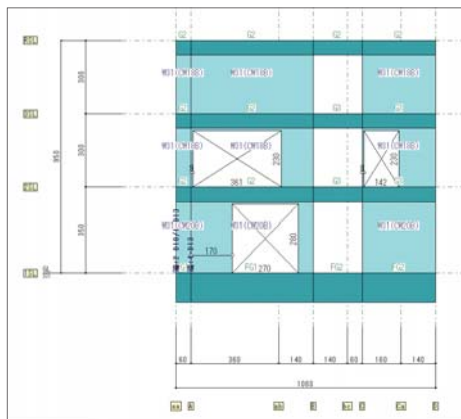
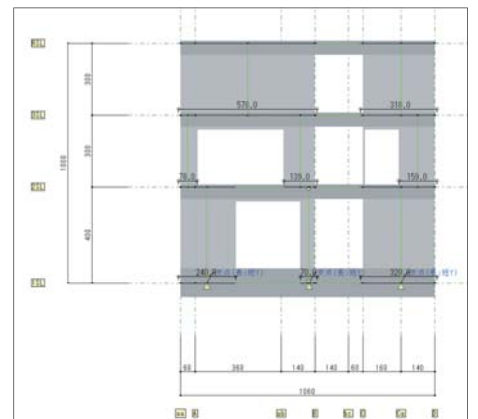

図3 軸組図表示例
図4 モデル化図(軸組図)表示例
- ・画面には建物形状に忠実な伏図・軸組図が表示されますので、初めて使用される方でも誤りなく迅速に入力することができます(図3、図4)。操作方法はRC/SRC/S造建物の一貫構造計算プログラム「BUS-5」と同様ですので、BUSシリーズをお使いの方は新たに手順を覚える必要がありません。